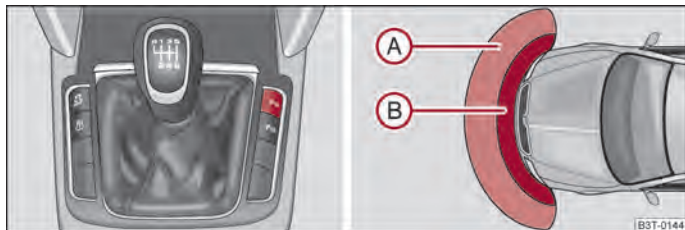

Fig. 121 Activación del aparcamiento asistido/aparcamiento asistido: Zona de detección de los sensores delanteros
La advertencia sobre la distancia comienza a una distancia de unos 120 cm al obstáculo delante del vehículo (zona A ⇒ fig. 121) y unos 160 cm al obstáculo detrás del vehículo (zona B). Al reducirse la distancia, se acorta el intervalo de la señal acústica emitida.
El aparcamiento asistido se activa, estando conectado el encendido, acoplando la marcha atrás o pulsando la tecla ⇒ fig. 121 - lado izquierdo, en la tecla se enciende el símbolo Pu. La activación se confirma al emitirse un breve sonido.
El aparcamiento asistido se desactiva pulsando la tecla Pu ⇒ fig. 121 o yendo a una velocidad superior a 10 km/h - el símbolo Pu; en la tecla se apaga.
- Si tras la activación del sistema se emite un sonido de aviso durante 3 segundos y en la proximidad del vehículo no se encuentra obstáculo alguno, existirá una avería del sistema. La avería se señala adicionalmente mediante el parpadeo del símbolo Pu en la tecla ⇒ fig. 121. Acuda a un servicio oficial para que solucione la avería.